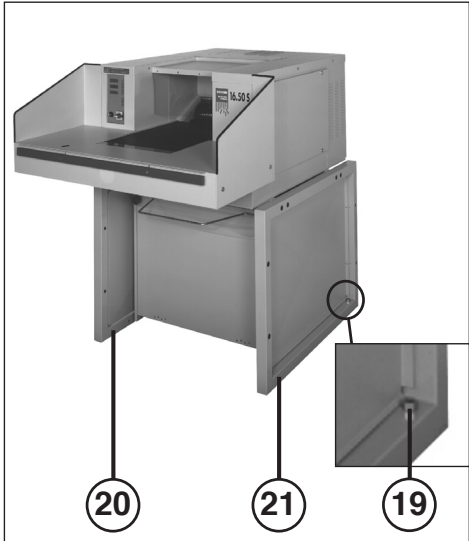

Fig. 2
- 19 = Vis de réglage (fig. 2)
6. Compenser les déformations du sol à l'aide des vis de réglage (19) (Fig. 2).